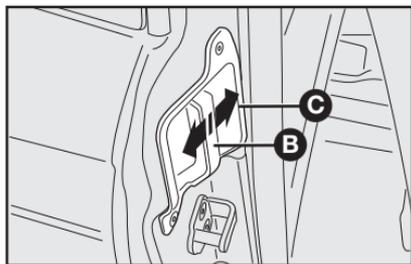

fig. 89
- destravar a maçaneta interna **B-fig. 89** em qualquer um dos sentidos da seta e abrir a porta traseira.